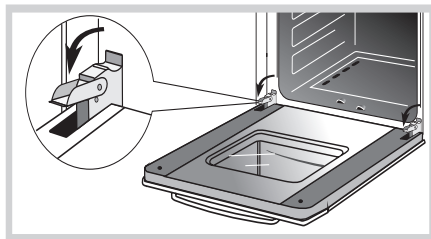

Рис. 15
- поднимите и поверните до упора рычаги, расположенные на двух шарнирах (рис. 15),